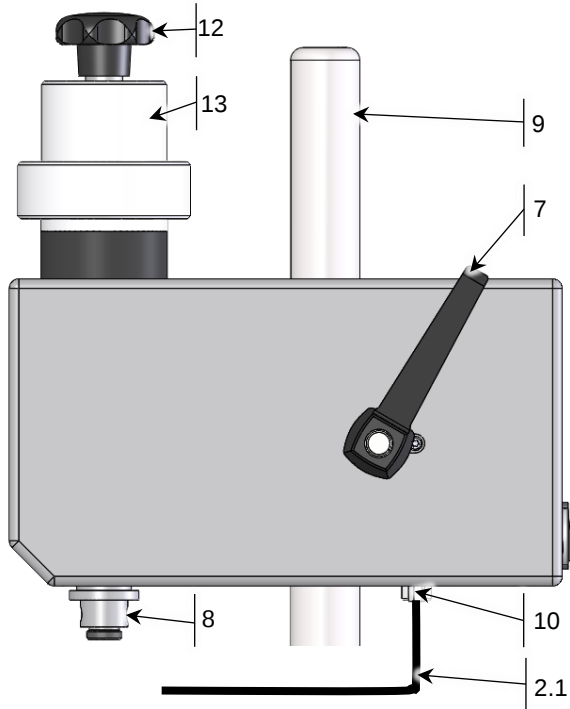

Abb. 2 Seitenansicht BSA II 1000
- Schließen Sie die Anschlussleitung (2.1) an den Härteprüfer und den Anschluss (10) (siehe Abb. 2, Seite 3) des BSA II an.
- Verbinden Sie die Anschlussleitung Steckernetzteil (1.2) mit dem Netzanschluss (5) (siehe Abb. 2, Seite 3) des BSA II und der Stromversorgung.
- Verbinden Sie die Anschlussleitung des Bediengehäuse (1.1) mit dem Anschluss (4) (siehe Abb. 2, Seite 3) des BSA II.
- Verstellen Sie die Position des BSA II so, dass sich zwischen der Oberfläche des Auflagetisches (21) und Druckplatte des Härteprüfers ein Abstand von ≈ 15 mm ergibt.
- Schrauben Sie den Adapter (8) in die Bohrung der Halteplatte (26) und ziehen Sie den Adapter unter Zuhilfenahme der Bohrung fest (z.B. mit einem Innensechskantschlüssel).
- Schieben Sie den BSA II (1.0) auf das obere Ende der Säule (9) des Prüfständers.
- Ziehen den Klemmhebel (7) fest.
- Verbinden Sie das Steckernetzteil (1.2) mit dem Netzanschluss (5) (siehe Abb. 2, Seite 3) des BSA II und der Stromversorgung.
- Verbinden Sie das Bediengehäuse (1.1) mit dem Anschluss (4) (siehe Abb. 2, Seite 3) des BSA II.
- Verstellen Sie die Position des BSA II so, dass sich zwischen der Oberfläche des Auflageschüssels (21) und Druckplatte des Härteprüfers ein Abstand von ≈ 15 mm ergibt.